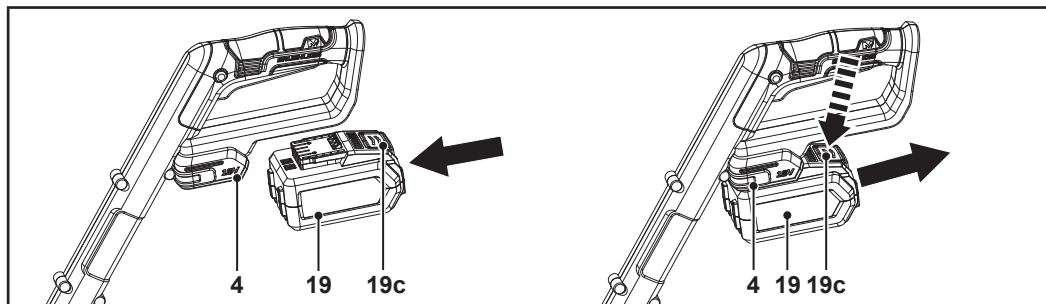

Fig. 3
Montarea: Aliniază acumulatorul (19) cu portul de conectare (4) și glisează-l înăuntru. Asigură-te că se fixează în poziție (fig. 3).
Demontarea: Apasă butonul de eliberare (19c) și scoate acumulatorul (19) din portul de conectare (4) (fig. 3).
1. Conectează fișa (20a) încărcătorului (20) la o priză adecvată.
2. Aliniaza acumulatorul (19) cu portul de conectare (20d) și glisează-l până când se fixează în poziție (fig. 3).